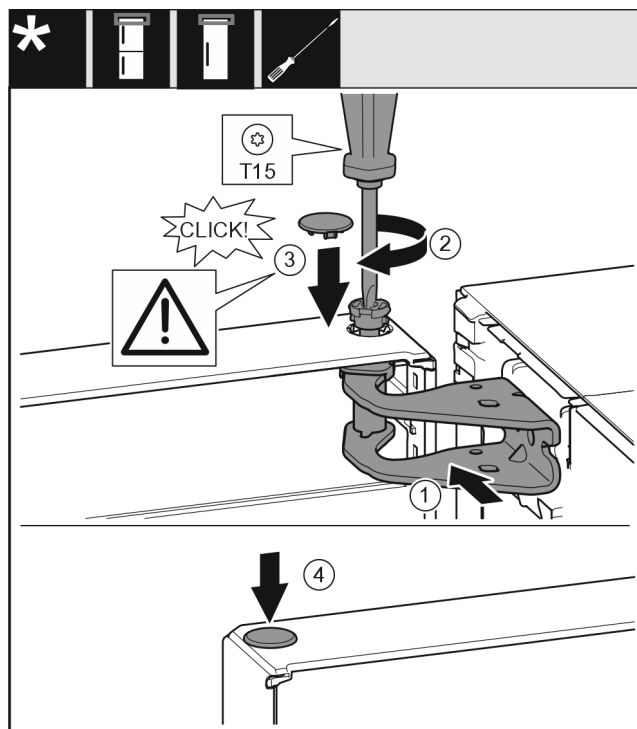

Fig. 20
- ▶ Dveře nahoře vyrovnejte s otvorem ve stojanu ložiska Fig. 20 (1).
- ▶ Vložte čep Fig. 20 (2) a pevně jej utáhněte šroubovákem.
- ▶ Nasad'te kryt Fig. 20 (3).
- ▶ Zkontrolujte, zda kryt Fig. 20 (3) doléhá na dveře.
- ▶ Nasad'te kryt Fig. 20 (4).